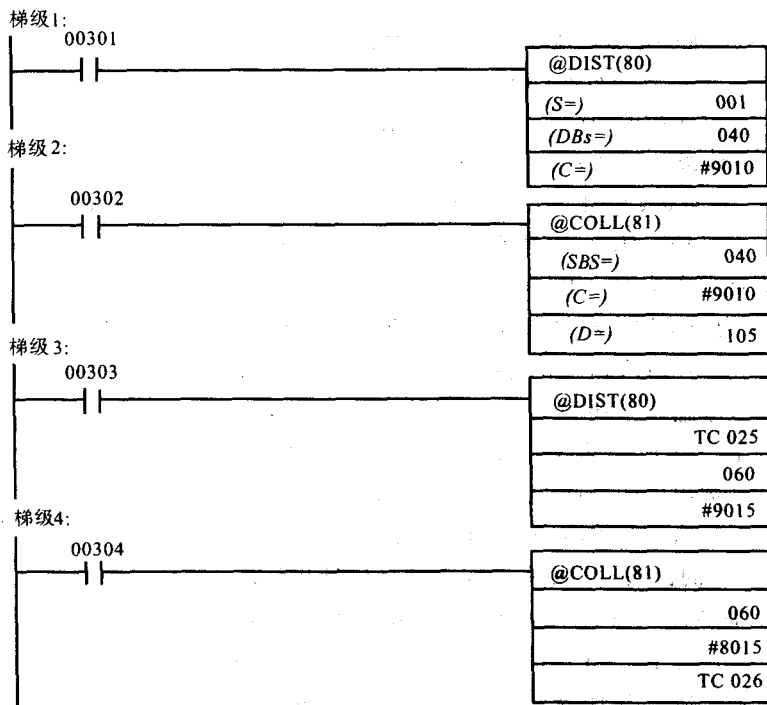

图 7-6 程序中的 CQM1 FIFO 与 LIFO 指令
FIFO（先入先出）堆栈数组和 LIFO（后入先出）堆栈数组可以使用单字分配指令 DIST(80)，将数据字放在堆栈之上来实现，可以使用数据收集指令 COLL(81)，将数据从堆栈顶端或者底部移除。DIST(80) 在堆栈超出其分配的大小的情况下将错误状态位置位 (SR25503)。（这两条指令也可以在变址寻址移动的类型中使用，在第 6 章中有讨论）图 7-6 中的例子显示了如何使用 DIST(80) 及 COLL(81) 来实现 FIFO 和 LIFO 堆栈的过程。
在运行图 7-6 中的程序之前，程序员已经将数据存储器 IR 040 至 IR 060 中的内容清空。梯级 1 处包含了一个 @DIST(80) 指令，该指令有一个将 BCD 数值 9010 作为常值输入的控制字 (C)。控制字的最高位为 9，因此 @DIST(80) 会执行一个堆栈操作，而其后的数字
010 显示了堆栈有大小为 10 字。当输入模块 3 (IR 00301) 的位 1 由假变为真时, 微分指令 @DIST(80) 将堆栈指针增加, 同时从源字 (S=IR 001) 中复制一个数据字至 10 字大小堆栈的顶部, 同时将其其他字向堆栈中压。一个堆栈指针保存在由目的基准字参数 (DBS=IR 040) 确定的地址中, 堆栈的顶部实际上是一个存储器区域的高位 (IR 041)。当新字被压入堆栈顶部时 (IR041 是顶, 尽管在堆栈中它是最低编号的地址), 堆栈中的其他字也必须压入更高的存储器区域中。因此在堆栈中停留最久的字可以在一个加上了目的基参数地址 (IR040) 和其所包含的堆栈指针 (偏移量) 数值的存储器区域中寻址得到。例如, 图 7-6 的程序中, 如果三个字压入了堆栈中, 那么 IR 040 中的内容就会从其初始值 0000 增加到 0003。目的基参数地址是 IR 040, 因此堆栈中停留时间最久的数值在 IR 043 中。